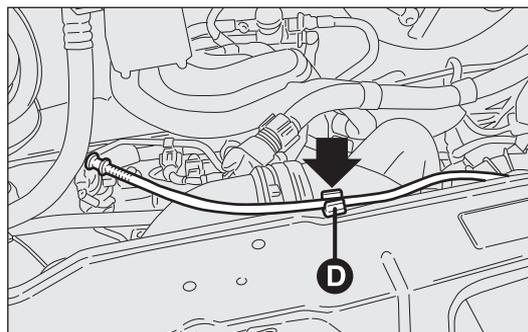
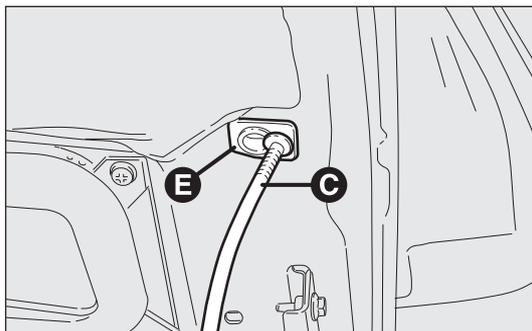

fig. 122
fig. 123
- levante el capó y, al mismo tiempo, suelte la varilla de sujeción fig. 122 de su dispositivo de bloqueo D, luego introduzca el extremo C-fig. 123 de la varilla en el alojamiento E del capó.
- ❑ mantenga levantado el capó con una mano y con la otra retire la varilla C-fig. 123 del alojamiento E y vuelva a introducirla en el dispositivo de bloqueo D-fig. 122;